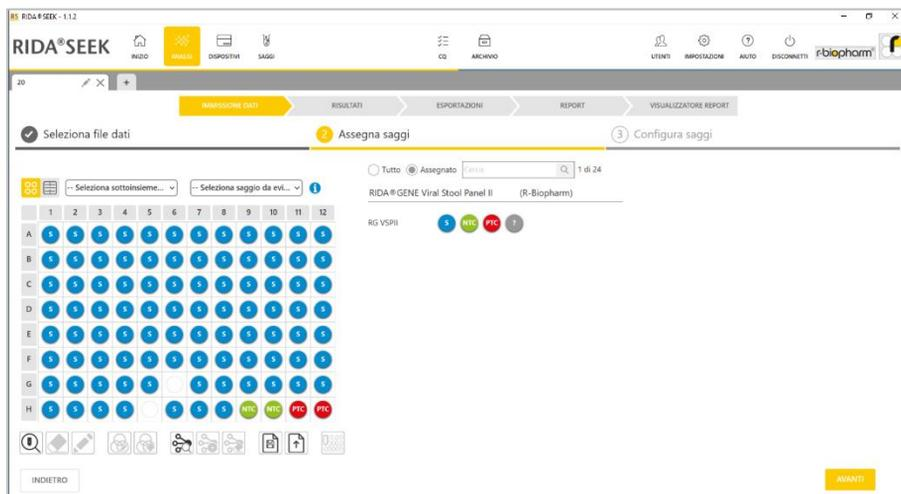

Fig. 24: Modulo **ANALISI**: panoramica della funzione (2) **Assegna saggi**. Selezionare le opzioni **Piastra** o **Tabella** per scegliere una delle due viste.
Nel passaggio (2) **Assegna saggi** della sezione **IMMISSIONE DATI**, il file è visualizzato sotto forma di piastra o di elenco. Selezionare le opzioni **Piastra** o **Tabella** per scegliere una delle due viste (Fig. 24, 25).